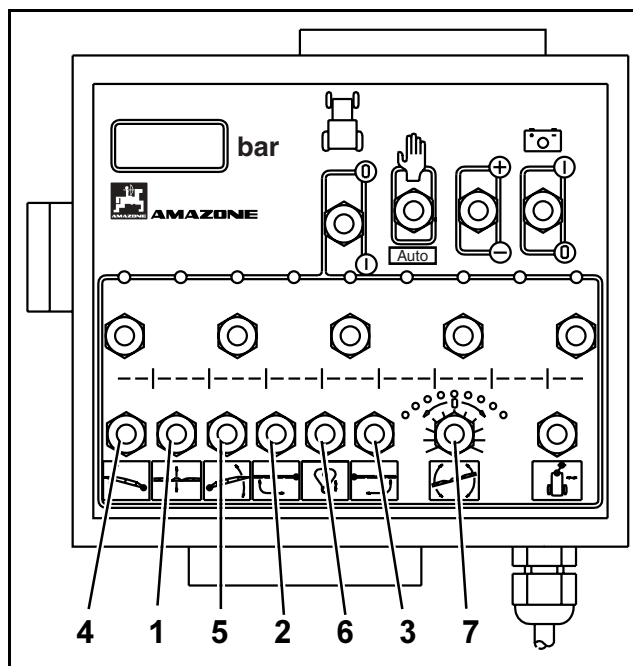
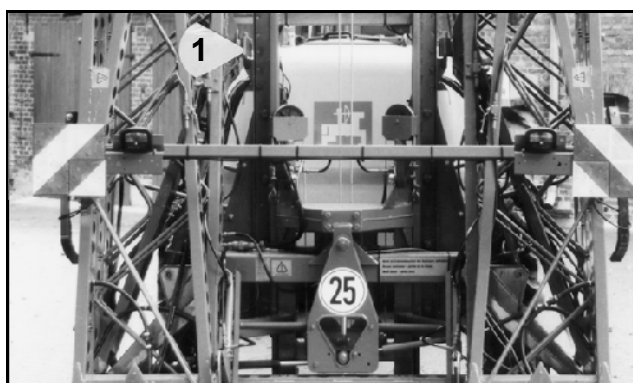

Рис. 111
Рис. 113
- Одну из клавиш (Рис. 111/2 или Рис. 111/3) держите в положении "Складывание", пока отдельные сегменты не сложатся полностью.
- Клавиши (Рис. 111/4 и Рис. 111/5) держите в положении "Наклон вверх", пока не поднимутся обе консоли.
- Полностью опустите штанги при помощи устройства регулировки высоты, клавиша (Рис. 111/1), пока приемные зажимы не войдут в сцепление с приемными гнездами (Рис. 113).
Если приемные зажимы (Рис. 113/1) не войдут в сцепление с приемными гнездами, нажмите клавишу (Рис. 111/7) и выровняйте, таким образом, штанги параллельно к раме опрыскивателя.